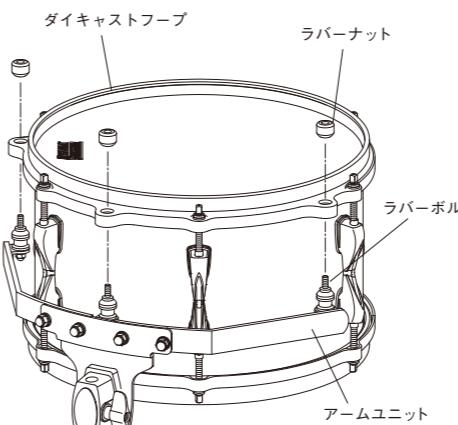

図 2-1A
- * 図2-1Aのようにフープにある三か所の取り付け穴にラバーボルトを挿入し、ラバーナットで締めて固定します。ラバーナットはUPと刻印のある側を上にして取り付けてください。